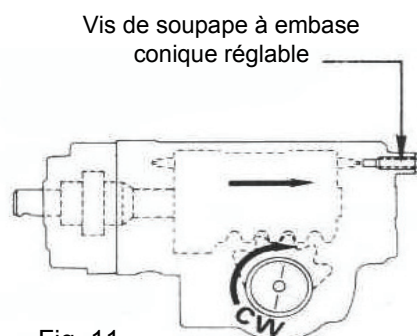

Fig. 11
Pour positionner le piston à crémaillère afin de régler à nouveau les soupapes de décharge, observez la direction de déplacement sur l'extrémité de l'arbre de boîtier (42). Le moteur tournant au ralenti, tournez le volant dans la direction requise pour tourner l'arbre de boîtier vers la fin du déplacement (essieu contre butée) - dans le sens horaire (cw) ou horaire inverse (ccw) - pour positionner le piston à crémaillère vers la vis de soupape à embase conique réglable (41) à l'extrémité fermée du carter (31) en vous référant aux figures 11 & 12. Quand l'engagement interne initial de l'ensemble de siège et manchon de réglage de la soupape à embase conique (22) est de la vis de réglage est perçu, suite à l'augmentation de couple sur le volant de direction, continuez à tourner ce dernier jusqu'à entrer en contact avec la butée d'essieu. L'ensemble siège et manchon de réglage supérieur de de la soupape à embase conique (22) est maintenant préréglé en interne pour le réglage automatique sur la butée d'essieu concernée.